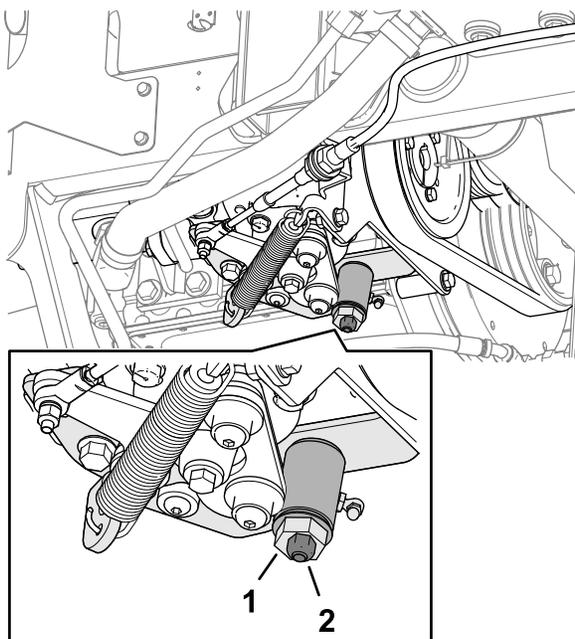

Figura 80
3. Desaperte a porca de bloqueio no excêntrico de tração (Figura 80).